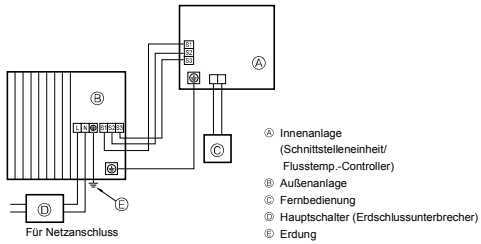
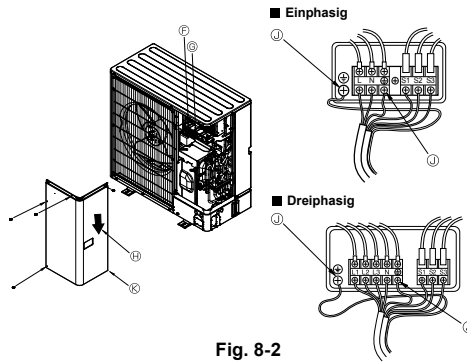

Fig. 8-1
Fig. 8-2
8.1. Außenanlage (Fig. 8-1, Fig. 8-2)
- ① Die Bedienungsplatte abnehmen.
- ② Die Kabel gemäß der Fig. 8-1 und der Fig. 8-2 verdrahten.